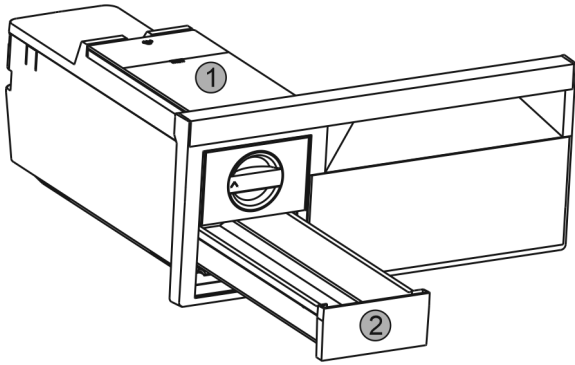

Fig. 29
- ▶ Rimuovere il serbatoio dell'acqua Fig. 29 (1) e il cassetto dei cubetti di ghiaccio Fig. 29 (2).